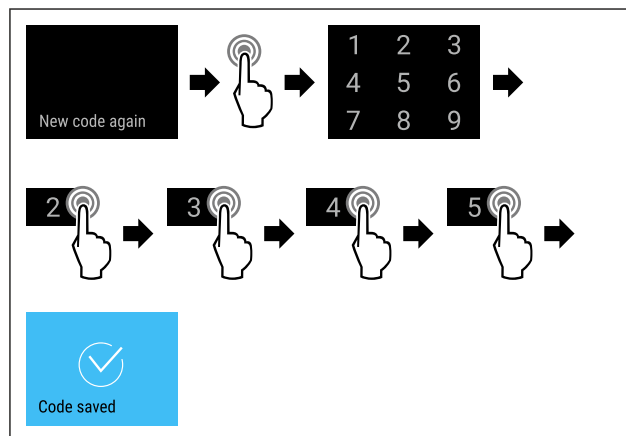

Fig. 86
- ▶ Eseguire i passaggi (vedere Fig. 86) .